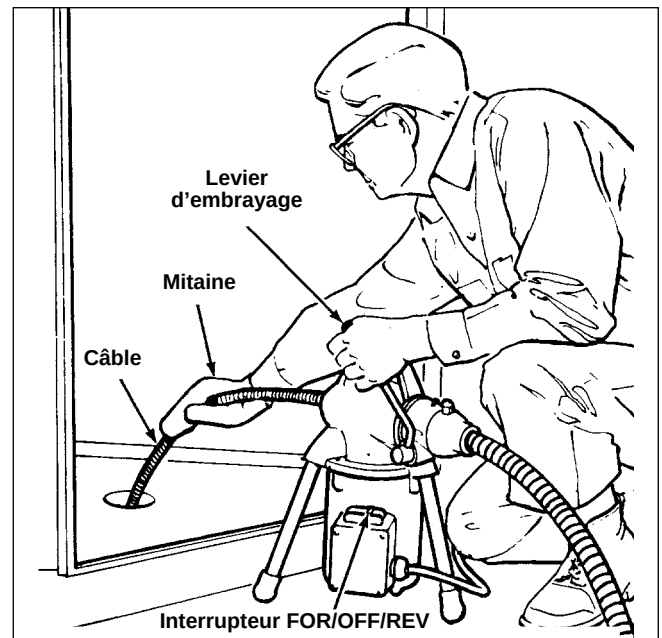

Figure 2 – Utilisation de la machine à curer les canalisations K-50
2. Pour franchir un siphon en P, poussez le câble aussi loin que possible manuellement. (Figure 2)